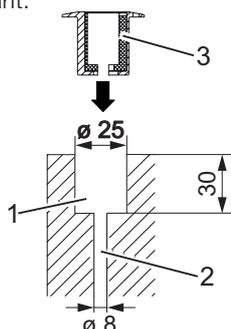

Fig. 26: Perçage du trou pour la gâche excentrique
9. Percer un trou (Fig. 26/1) d'un \varnothing de 25 mm à une profondeur minimum de 30 mm.
10. Percer un trou (Fig. 26/2) d'un \varnothing de 8 mm pour la fixation de la gâche excentrique avec une cheville
11. Poser la gâche excentrique (Fig. 26/3) et la visser avec un matériel de fixation approprié.